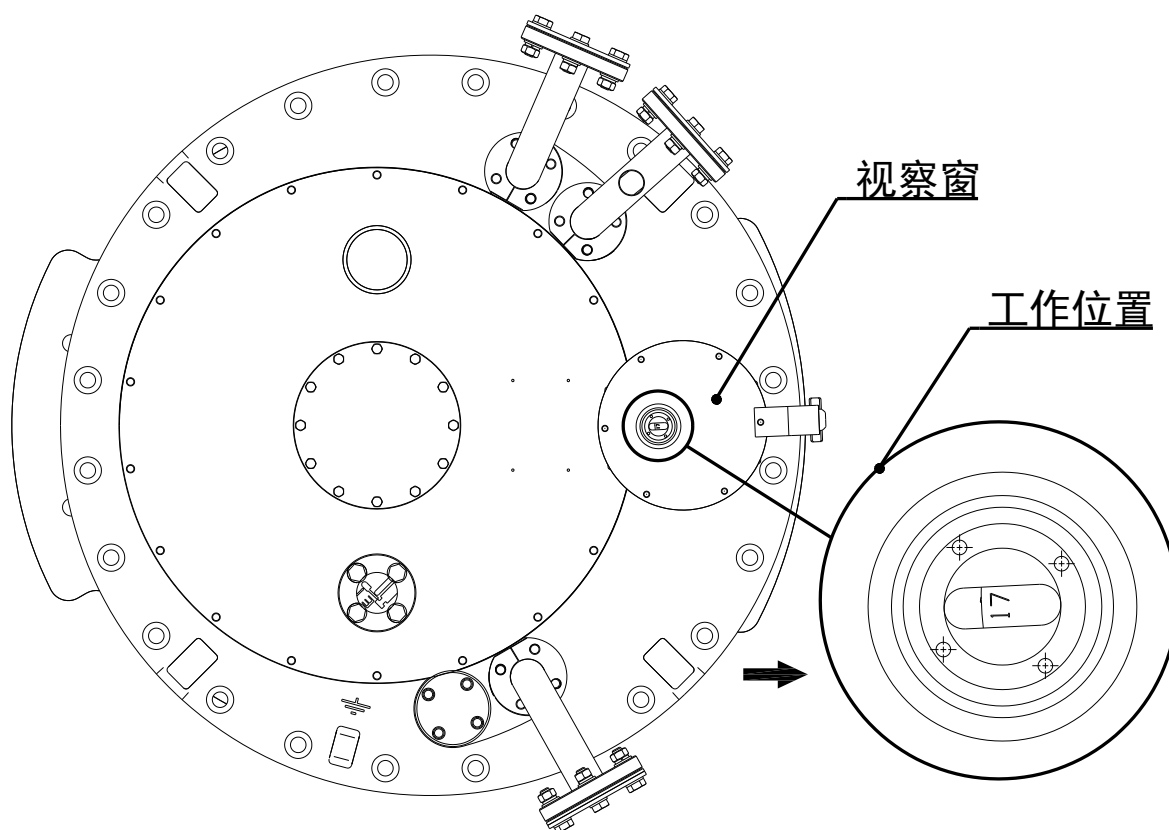

图 6-2 分接开关观察窗位置
4. 操作过程中应随时通过顶盖上的观察孔来察看到达的各个档位位置（见图 6-2）以免超越分接开关的终端位置。